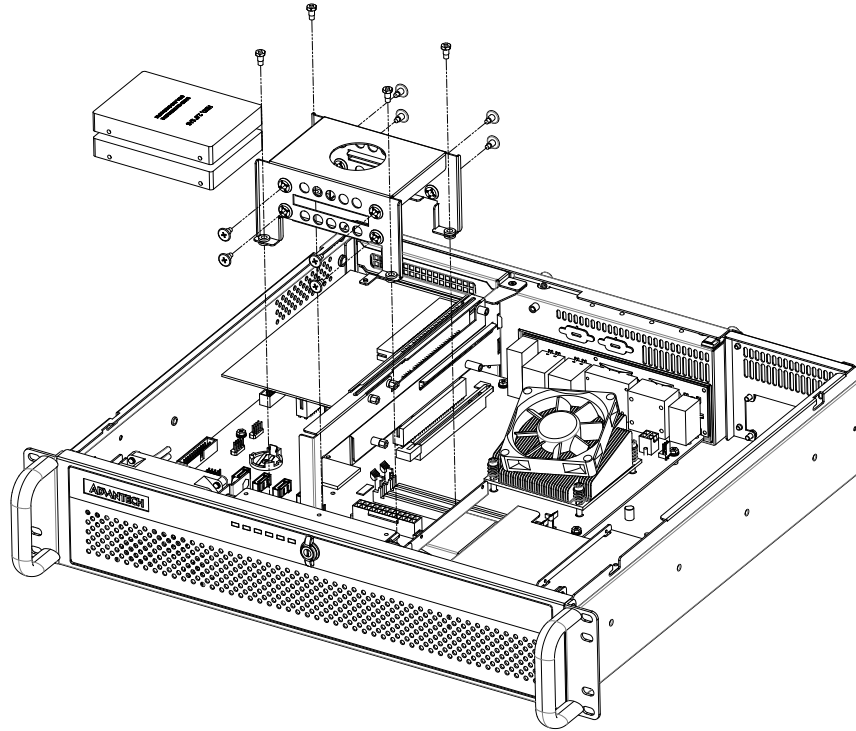

Figure 2.6 Installing Internal HDDs/ 安裝內置 HDD/ 安裝內置 HDD
1. To install the 2.5" internal HDD, simply release the four screws on top of the disk drive bracket. (see Figure 2.6)
1. 安装 2.5" 内置 HDD 时，只需卸下硬盘驱动支架上的 4 个螺丝（如图 2.6 所示）。